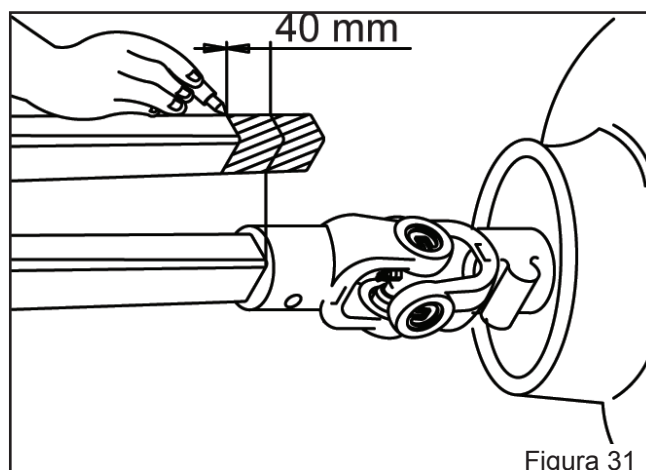

Figura 31
- Retire o cardan e acresce uns 40 mm em cada uma das marcas, faça uma nova marca, de forma que os pedaços cortados sejam maior que ambas as partes. Isso se torna necessário para evitar que as pontas macho e fêmea toquem no garfo do cardan. (Figura 31).